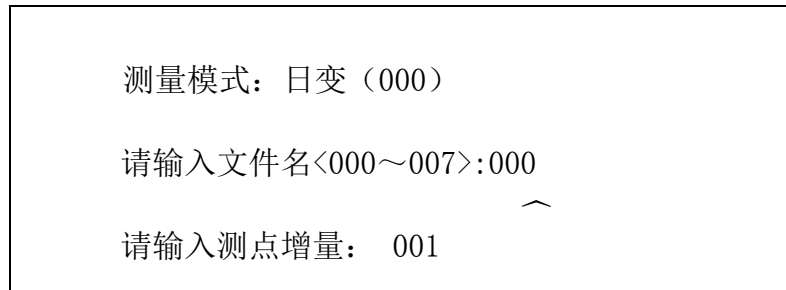

图 11
2.7.1、日变：“日变”方式通常用于定点的日变观测，假定用户在“设置参数”菜单界面中“测量”项设定为“Auto”日变时“新建文件”界面（图 11）